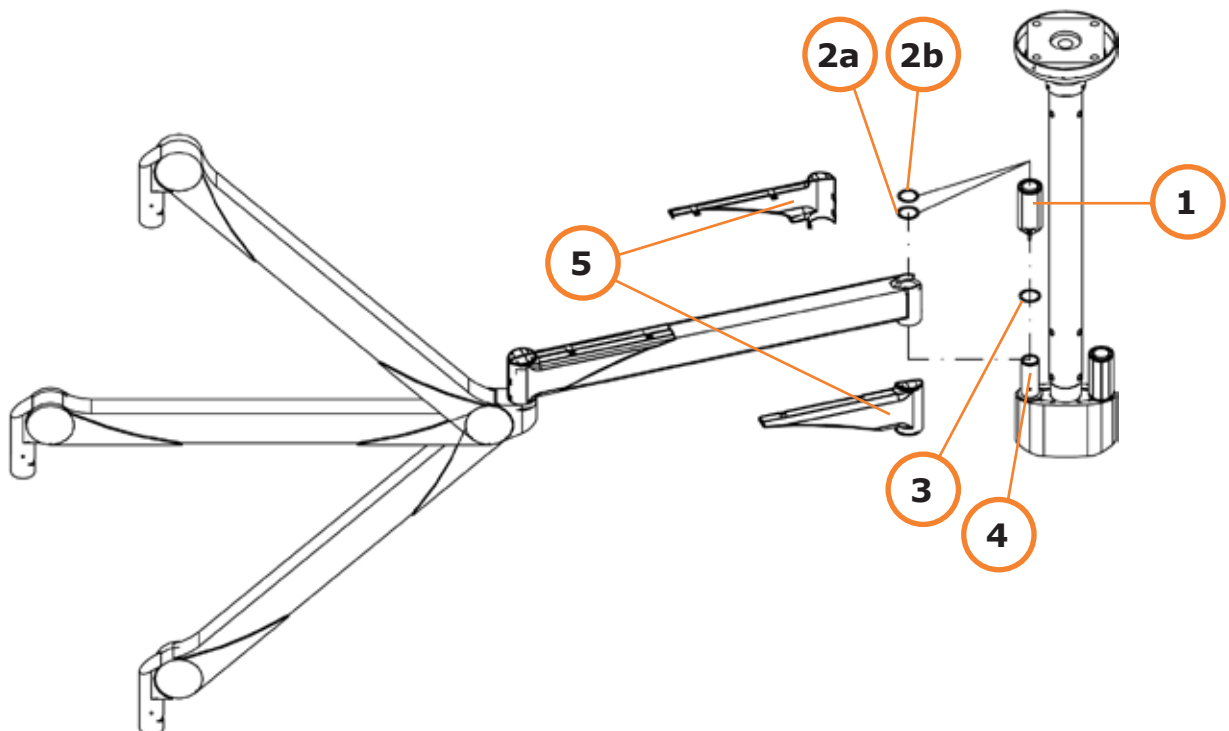

Abb. 20
9.1.1 Lösen Sie die Schraube und entfernen Sie die Kunststoffkappe der Aufnahme (1/Abb. 20).
HINWEIS: Sie finden eine Distanzscheibe (2a/Abb. 20) und einen Sicherungsring (2b/Abb. 20) auf der Oberseite der Kunststoffkappe der Arm-Aufnahme. Sie werden später während der Installation verwendet. Werfen Sie sie nicht weg.
9.1.2 Stellen Sie sicher, dass die Anlaufscheibe (3/Abb. 20) auf der Kontaktfläche der Arm-Aufnahme unterhalb des Arms positioniert wird. Bitte informieren Sie Ihren Händler, falls diese fehlt, da sie für den korrekten Betrieb notwendig ist.
9.1.3 Setzen Sie die Ausleger-/Federarm-Kombination auf die Aufnahme (4/Abb. 20) des Deckenstativs.
9.1.5. Entfernen Sie die Distanzscheibe (2a/Abb. 20) und den Sicherungsring (2b/Abb. 20) von der Oberseite der Kunststoffabdeckung (1/Abb. 20) und legen Sie sie an der korrekten Position auf die Aufnahme oberhalb des Auslegerarms. Platzieren Sie zunächst die Distanzscheibe (2a/Abb. 20) und legen Sie dann den Sicherungsring darauf (2b/Abb. 20).
Achten Sie bei der Montage der Abdeckungsteile (5/Abb. 20) darauf, die Montageschraube nicht zu fest anzuziehen. Sollte die Schraube durch die vorhandene Bohrung durchgeschraubt werden, müssen die Abdeckungsteile getauscht werden.
9.1.7 Bringen Sie die Abdeckungen (5/Abb. 20) am Ausleger-/Federarm an und befestigen Sie sie mit den Montageschrauben. Stellen Sie sicher, dass die Abdeckungen fest sitzen.